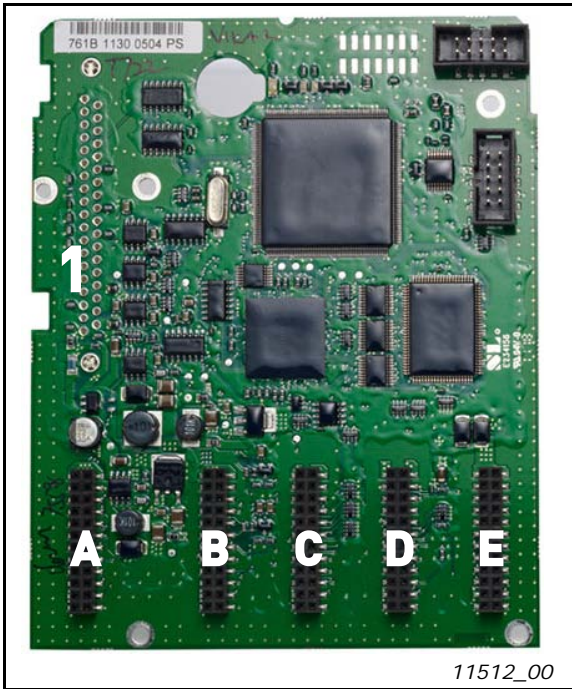

Abbildung 31. NX-Steuerkarte
Die Steuereinheit besteht im Grunde genommen aus der Steuerkarte und weiteren Karten (siehe Abbildung 31 und Abbildung 32), die an die fünf Steckplätze (A bis E) der Steuerkarte angeschlossen sind. Die Steuerkarte wird über einen D-Stecker (1) oder Lichtwellenleiter-Kabel an die Leistungseinheit angeschlossen.